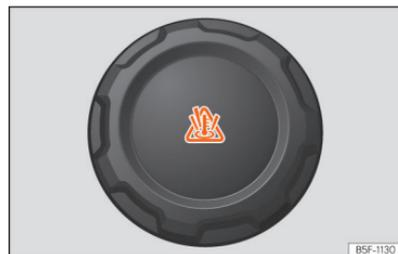

Abb. 236 Frontraum: Verschlussdeckel des Kühlmittelausgleichsbehälters.
- Der Kühlmittelausgleichsbehälter ist am Symbol auf dem Deckel erkennbar  » » (Abb. 236)